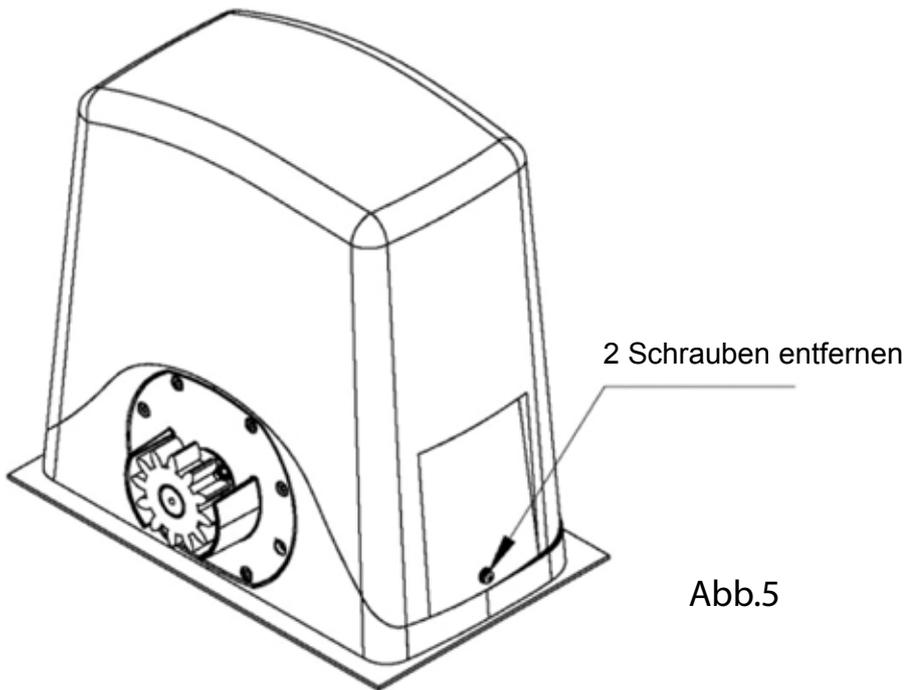

Abb.5
- Durch Herausdrehen der Schrauben den Deckel abnehmen siehe (Abb.5).